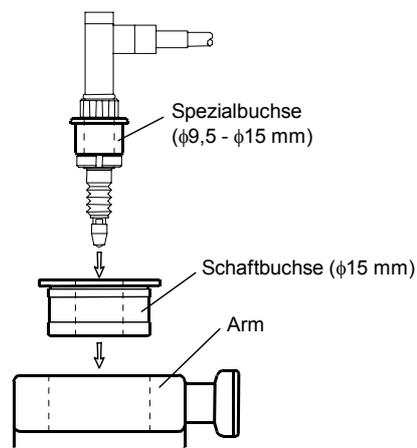

Abb. 4-6-9
- 2) Lösen Sie die Feststellschraube für die Schaftbuchse, wie in Abb. 4-6-9 gezeigt und setzen Sie die 15 mm-Buchse (Sonderzubehör) ein.
- 3) Setzen Sie die Spezialbuchse ($\phi 9,5 - \phi 15$ mm) auf das Linear Gage auf, wie in Abb. 4-6-9 gezeigt.